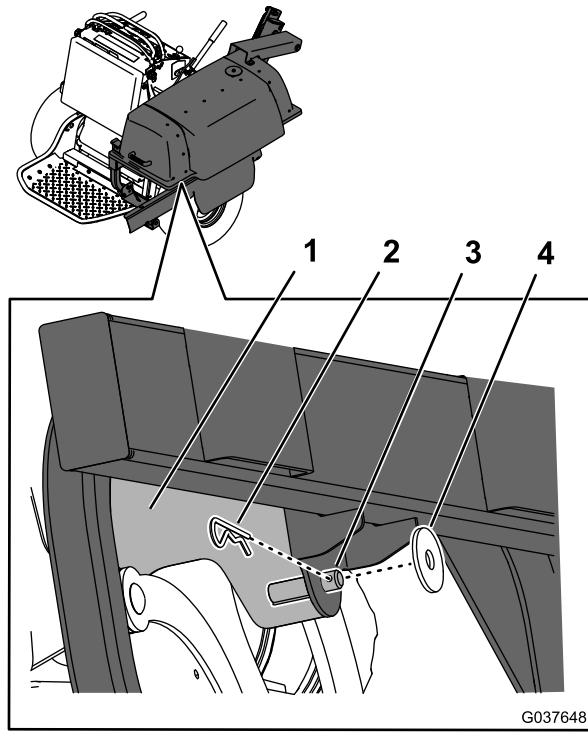

図 14
- 後取り付けブラケットのピンにフレームを固定するスラストワッシャとヘアピンコッターを使用する図 14。